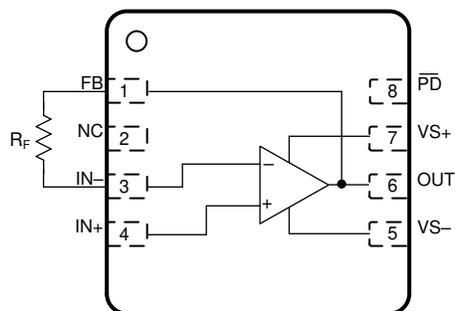

図 8-4. FB ピンと IN- ピン間の  $R_F$  接続
1. 帰還抵抗 ( $R_F$ ) は 図 8-4、パッケージの周囲に配置するのではなく、FB ピンと IN- ピンとの間に接続できます (を参照)。